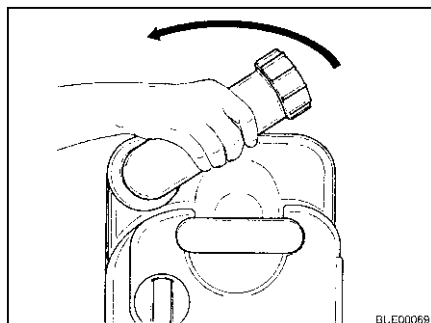

Bild 220 Vrid tömningsröret
- Vrid tömningsröret uppåt (Bild 220).